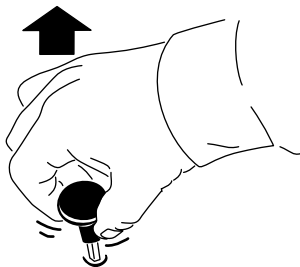

Figura 12
- Tire del interruptor hacia fuera (Figura 12) para engranar la TDF o activar el accesorio (dependiendo de la configuración del accesorio)